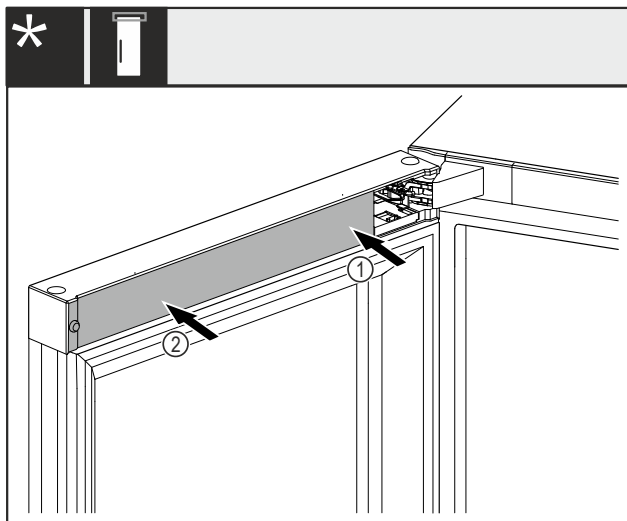

Fig. 49 *
- ▶ Először helyezze fel a fedelet Fig. 49 (1) a csapágybak felőli oldalán, és pattintsa be.*
- ▶ Helyezze fel a fedelet Fig. 49 (2) a külső oldalán, és pattintsa be.*